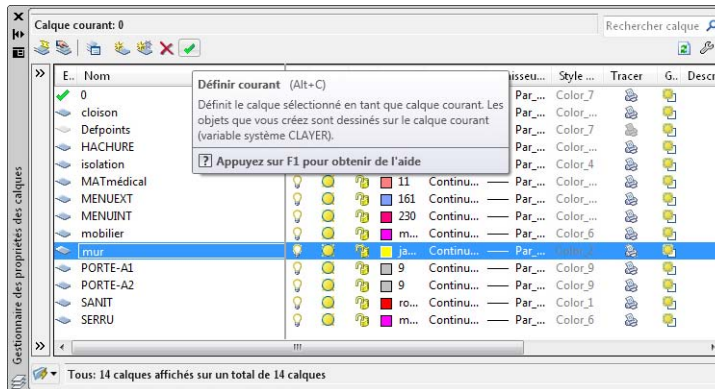
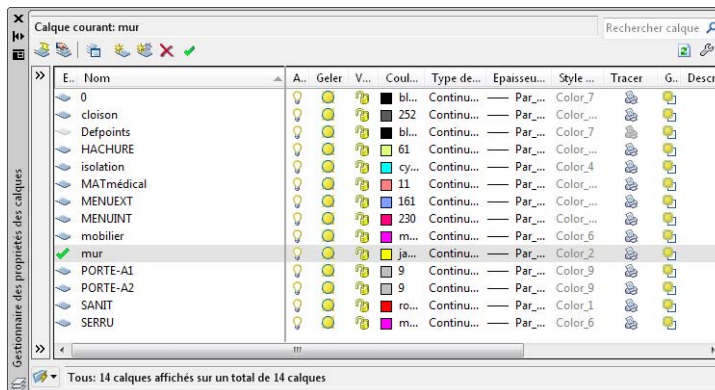

Figure 4.40
Figure 4.41
7. Cliquez sur le nom du calque « mur ». Celui-ci devient actif et surligné en bleu. Cliquez sur le bouton Définir courant (voir Figure 4.40). Le calque « mur » devient courant. Le symbole d'une flèche verte apparaît à côté de son nom (voir Figure 4.41).